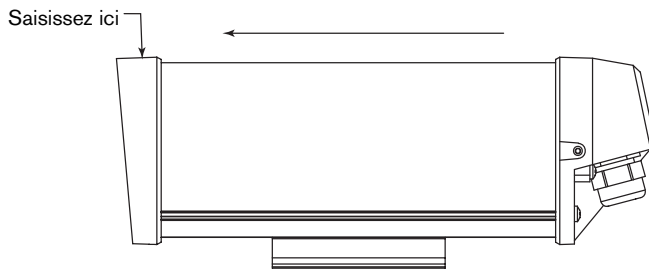

FIGURE 2 Retrait du capot
2. Saisissez le capot avant du boîtier et tirez-le vers vous. N'empoignez pas la partie centrale du capot. Il n'en serait que plus difficile de le faire glisser. Veuillez vous référer à la figure 2.